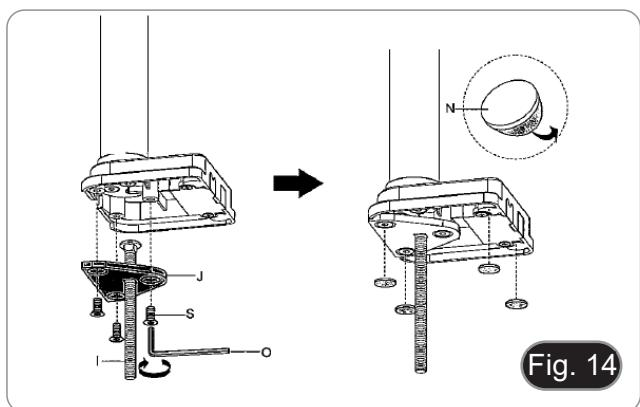

Fig. 14
3. Insérez la vis (I) dans la plaque de fixation (J).
4. Serrez la plaque de fixation à l'aide des trois vis (S). (Fig. 14)
5. Coller les amortisseurs en caoutchouc (N) sur la pince de la table.